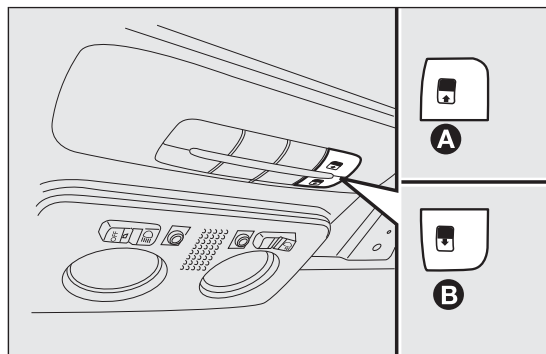

fig. 66
Para cerrarlas repetir el procedimiento inverso. El techo practicable sólo funciona con la llave de contacto en posición MAR. Los mandos A y B fig. 66 situados en el salpicadero específico al lado del plafón delantero, dirigen las funciones de apertura y cierre del techo practicable.
Pulsar el botón B fig. 66 y mantenerlo pulsado, el panel de cristal delantero se pondrá en posición "spoiler"; volver a pulsar el botón B y, pulsando el mando más de medio segundo, el cristal del techo empieza a moverse y sigue automáticamente hasta una posición intermedia (posición "Confort").
Desde la posición de apertura completa, pulsar el botón A fig. 66 y, si se pulsa el botón más de medio segundo, el cristal delantero del techo se queda automáticamente en posición intermedia (posición "Confort").
- ☐ pulsar el botón A fig. 66 hasta que se cierre completamente el techo. Soltar el botón;